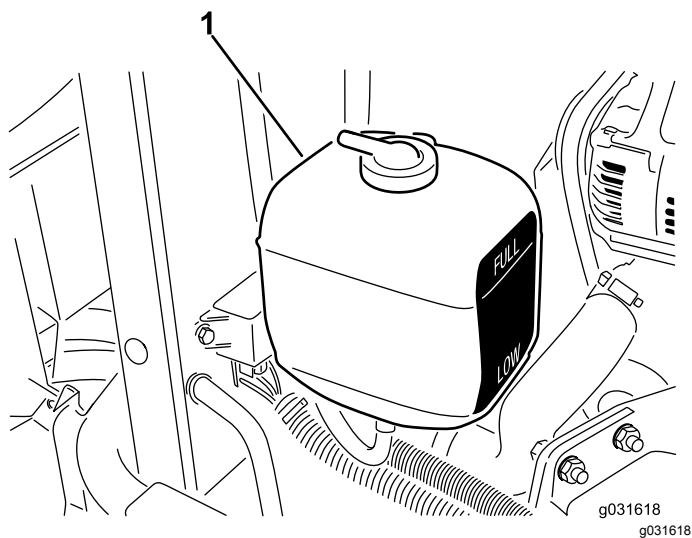

Рисунок 57
1. Проверьте уровень охлаждающей жидкости в расширительном бачке (Рисунок 57).